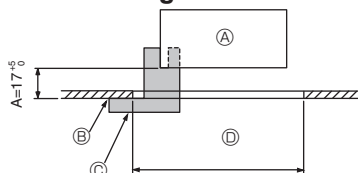
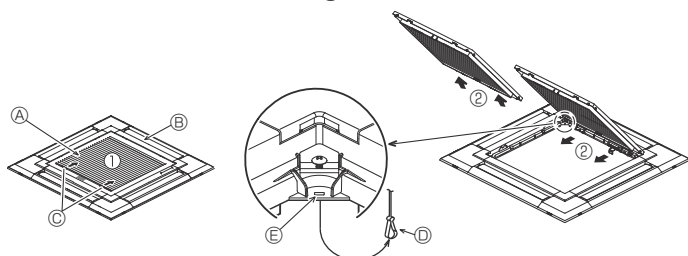
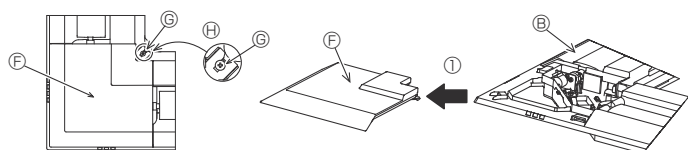

Fig. 9-2
Fig. 9-3
Fig. 9-4
①	Dimensiones de la rejilla	1	950 × 950 (mm)
②	Calibre de instalación	1	(Dividido en 4 partes)
③	Controlador remoto inalámbrico	1	para PLP-6EALM
④	Soporte del controlador remoto	1	Se incluye si la unidad dispone del mando a distancia inalámbrico.
⑤	Pilas LR6 AA	2	Se incluye si la unidad dispone del mando a distancia inalámbrico.
⑥	Tornillos roscados de 3,5 × 16	2	Se incluye si la unidad dispone del mando a distancia inalámbrico.
9.2. Preparación para conectar la rejilla (Fig. 9-2)
- Con el calibre ② que se entrega con este equipo, ajuste y compruebe la posición de la unidad principal en relación con la superficie del techo. Si la unidad principal no está colocada en el techo de forma adecuada, podrían producirse escapes de aire o generarse condensación.
- C Calibre de instalación ② (insertado en la unidad principal)
9.2.1. Extracción de la rejilla de admisión (Fig. 9-3)
- Deslice las palancas en la dirección indicada mediante la flecha ① para abrir la rejilla de admisión.
- Con la rejilla de admisión en posición "abierta", extraiga la bisagra de la rejilla de admisión de la rejilla tal y como se indica mediante la flecha ②.
9.2.2. Extracción del panel angular (Fig. 9-4)
- Afloje los 4 tornillos de la esquina. Deslice el panel angular en la dirección indicada por la flecha ① de la imagen y retírelo.
[Fig. 9-3] [Fig. 9-4]